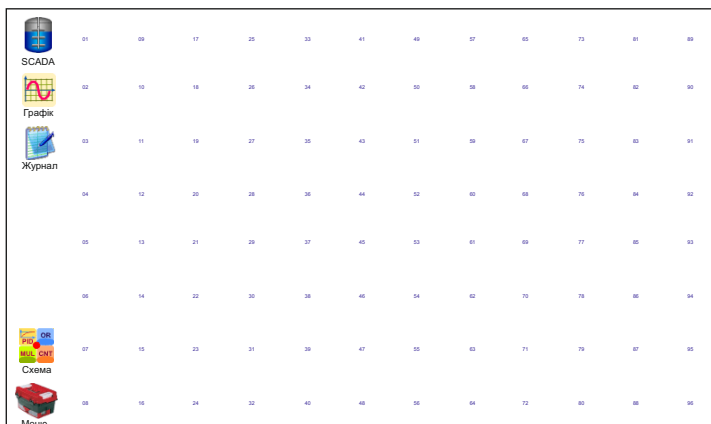

Рис. 9. Сторінка Схема
7.3.2 В головному меню контролера натисніть на піктограму "Створити" (Рис. 4), після чого поруч з нею з'явиться піктограма Схема, після натиснення якої відкривається вікно програмування - сторінка **Схема**, яка складається з поля програмування, на якому розміщені номери вільних місць для встановлення функціональних блоків і вже встановлені в схему блоки SCADA, ГРАФІК, ЖУРНАЛ. В нижній лівій частині екрану містяться піктограми Схема і Меню (Рис. 9).